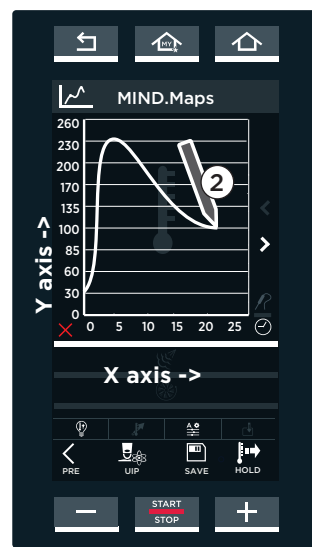

fig. MM2
In het voorbeeld uit **fig. MM2**, wordt een MIND.Maps-scherm weergegeven: de **verticale as (Y)** toont de naar wens in te stellen parameters (bijv. temperatuur, stoomtoevoer- of afvoer en ventilatiesnelheid); de **horizontale as (X)** toont de \odot tijd of de \curvearrowright temperatuur van de kerntemperatuursonde
Het voorbeeld uit **fig. MM2** toont het instellen van de temperatuur op basis van de tijd:
- 2 Teken met de pen de gewenste bereidingslijn/stap (**fig. MM2**). Het symbool \curvearrowright geeft toegang tot de instellingen van de bereidingslijn/stap bij meer dan 25 minuten.